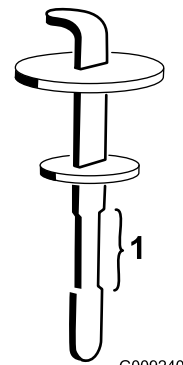

Figura 87
4. Retire la varilla del cuello de llenado y límpiela con un paño limpio. Inserte la varilla en el cuello de llenado; luego retírela y compruebe el nivel del aceite. El nivel del aceite debe estar dentro del intervalo de operación segura de la varilla (Figura 87).